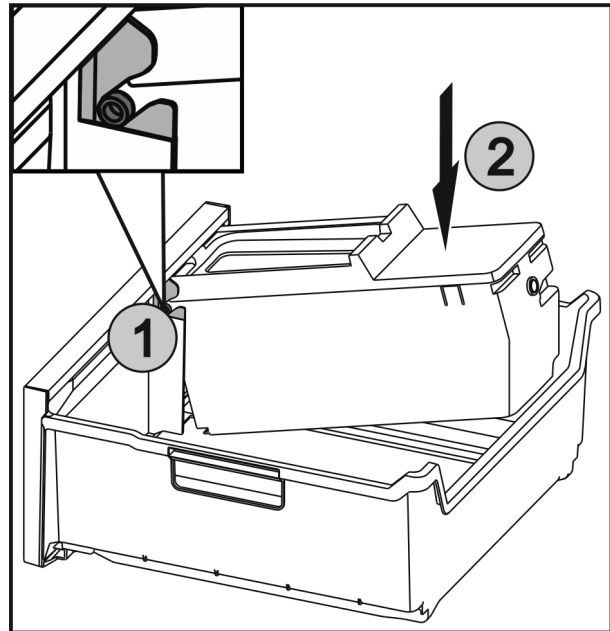

Fig. 23
- ▶ De assen Fig. 23 (1) van EasyTwist-Ice in de geleidingen schuiven en de achterste zijde Fig. 23 (2) erin drukken tot de lip vergrendelt.